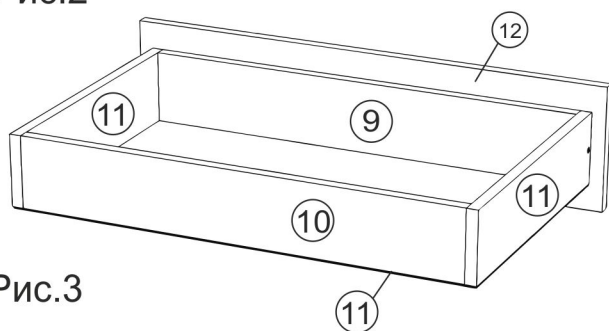

Рис.3
1) С помощью евровинтов (а) соединить дно (4) с цоколями (6 и 15).
3) Вытянуть внутреннюю часть направляющих, прижав рычажки черного цвета. Внешние части (ответные планки) крепим на стойки (3) саморезами 3,5x16 (л), внутренние части крепим на боковины ящиков. С помощью евровинтов собираем ящик, как показано на рис.3.